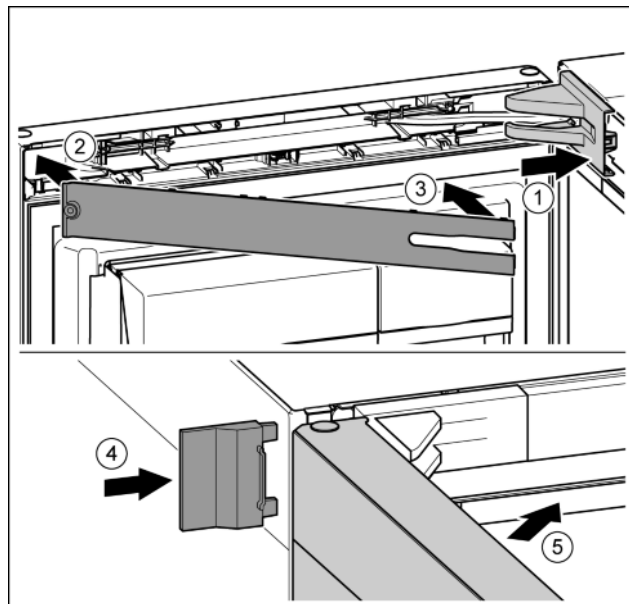

Fig. 50
- ▶ Helyezze fel és pattintsa be a csapágybak fedelét, szükség esetén óvatosan nyomja szét. Fig. 50 (1)
- ▶ Helyezze fel a lemezt. Fig. 50 (2)
- ▶ Fordítsa be és pattintsa be a lemezt. Fig. 50 (3)
- ▶ Tolja fel a külső fedelet. Fig. 50 (4)
- ▶ Csatolja be a felső ajtót. Fig. 50 (5)